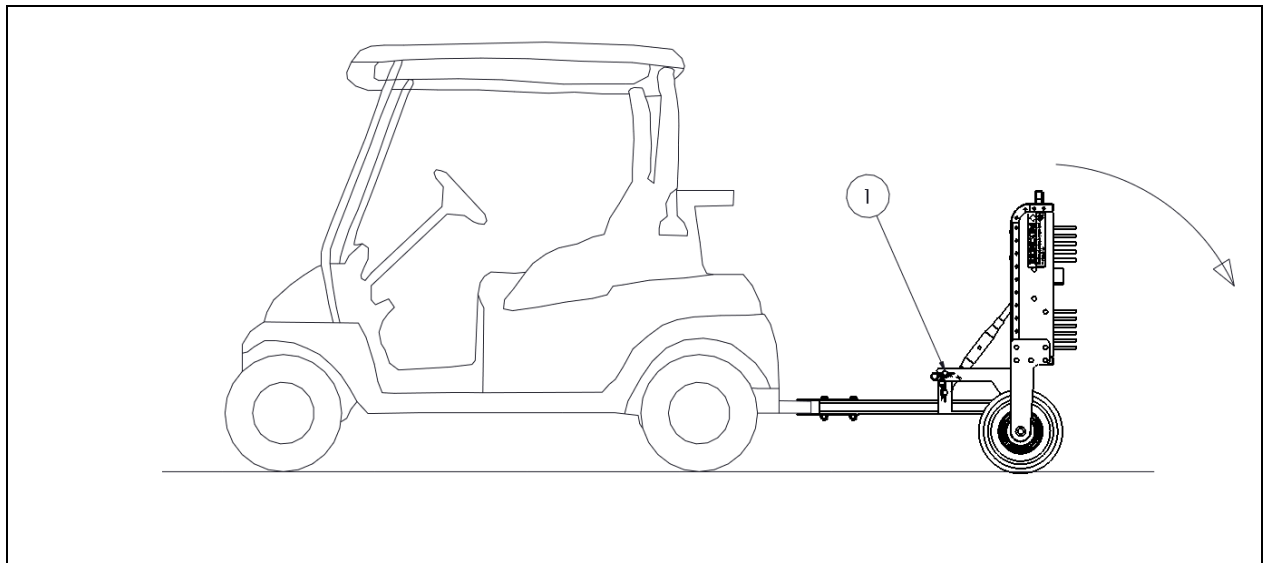

Fig 8
3. Hou de machine goed vast en trek pen (1) eruit. Kantel de machine langzaam zodat deze vlak op de grond op de borstels komt te liggen. (zie Fig.8)